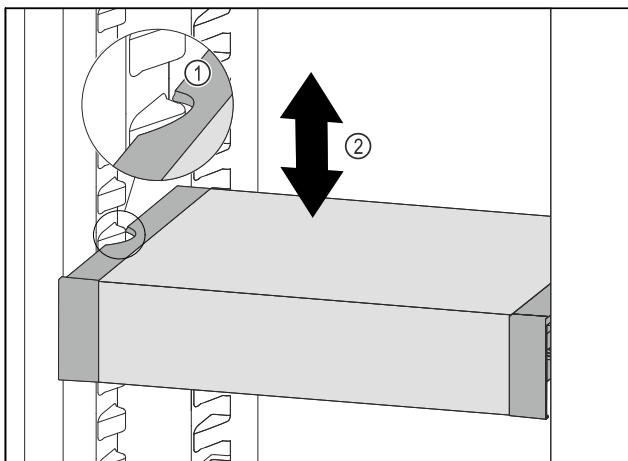

Fig. 131
- Tirare VarioSafe in avanti fino a quando le cavità laterali di VarioSafe non si trovano al livello della nervatura del contenitore nel vano frigorifero. Fig. 131 (1)
- Spostare VarioSafe verso l'alto o verso il basso nel vano frigorifero fino a raggiungere l'altezza desiderata. Fig. 131 (2)